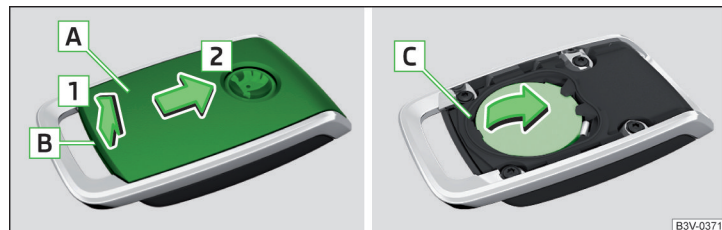

Fig. 354 Abrir la tapa / Extraer la pila
- Con un destornillador plano y delgado aflojar la tapa **A** en el área **B** » fig. 354.